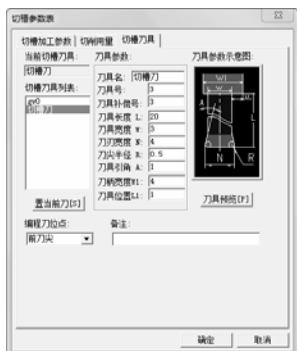

图 6-40 切槽刀具参数设定
3) 单击“切槽刀具”选项卡,如图 6-40 所示。选择刀具库中刀具方法如下:在“切槽刀具列表”下面的复选框中直接单击“切槽刀”按钮,使它变为蓝色,然后单击“置当前刀”按钮,即调出了前面在刀具库中设置的切槽刀,具体参数如图 6-40 所示。